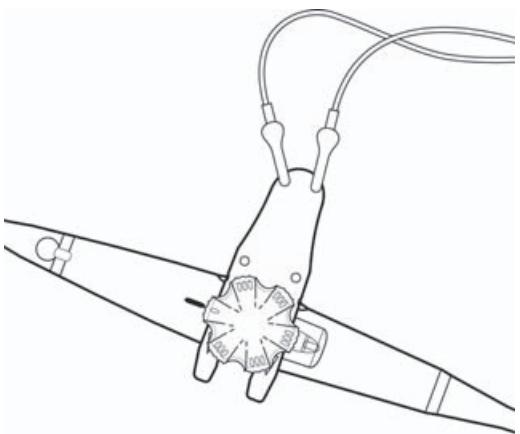

**Figure6** Raccordement de la plaque conductrice
- a** Raccorder le câble noir à la plaque conductrice plongée dans la solution saline, comme indiqué à la Figure 6.